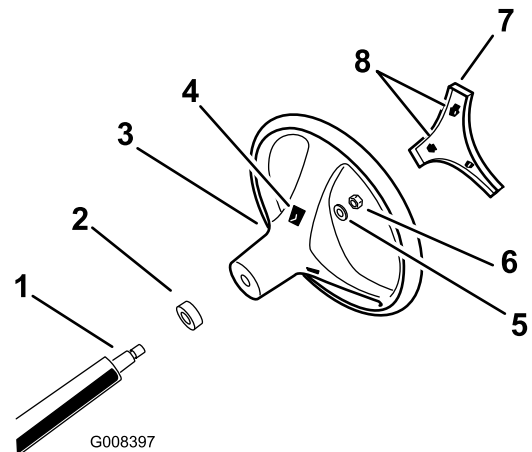

Bild 3
- Befestigen Sie das Lenkrad mit der Sicherungsmutter an der Welle und ziehen diese bis auf ein Drehmoment von 24-29 N·m fest. Bild 3
- Fluchten Sie die Nasen der Abdeckung mit den Schlitzen im Lenkrad aus und lassen Sie die Abdeckung an der Lenkradnabe einrasten (Bild 3).